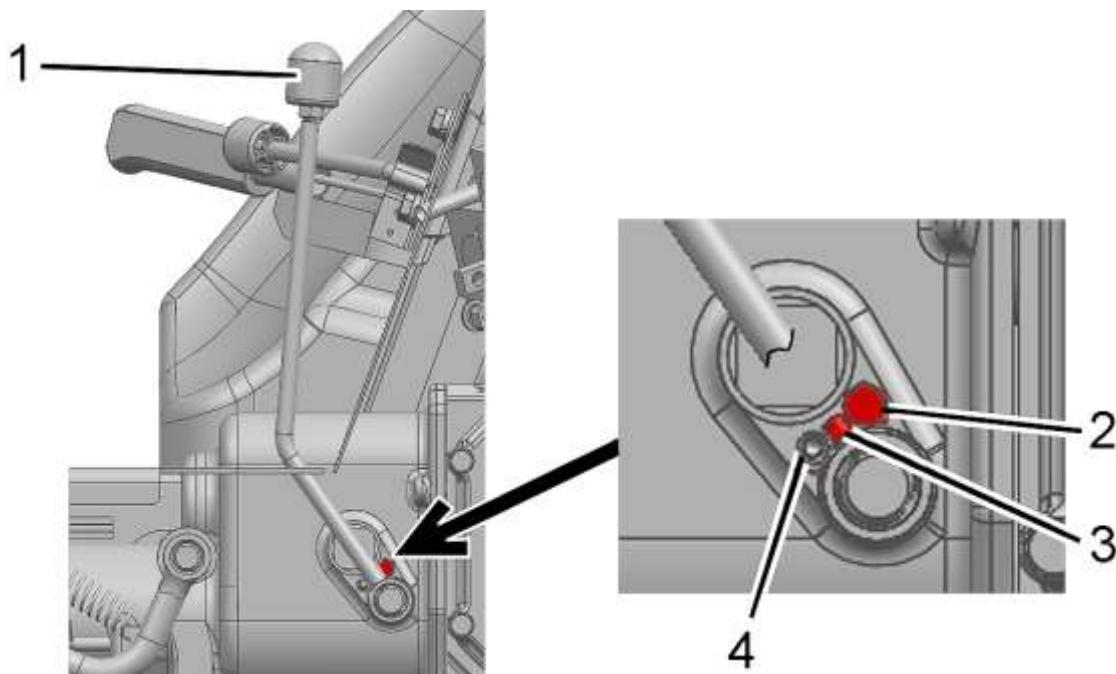

Рисунок 2.13.1 – Управление ВОМ
- установите рычаг 1 (рисунок 2.13.1) в нейтральное положение;
При работе трактора без использования заднего ВОМ рукоятка 1 (рисунок 2.13.1) переключения заднего ВОМ с зависимого на синхронный привод должна находиться в нейтральном положение. Защитная пластина заднего ВОМ должна быть установлена.